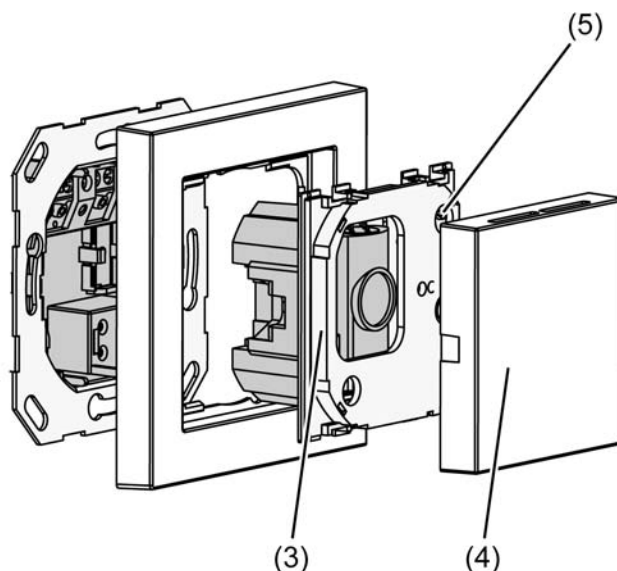

Bild 6: Lage der Programmier Taste und -LED
Die Programmier Taste befindet sich hinter der Blindabdeckung (4) auf dem Elektronikaufsatz (3) (Bild 6).
- Die Blindabdeckung (4) abnehmen, sofern sie bereits montiert ist.
- Programmiermodus aktivieren: Programmier Taste (5) drücken.